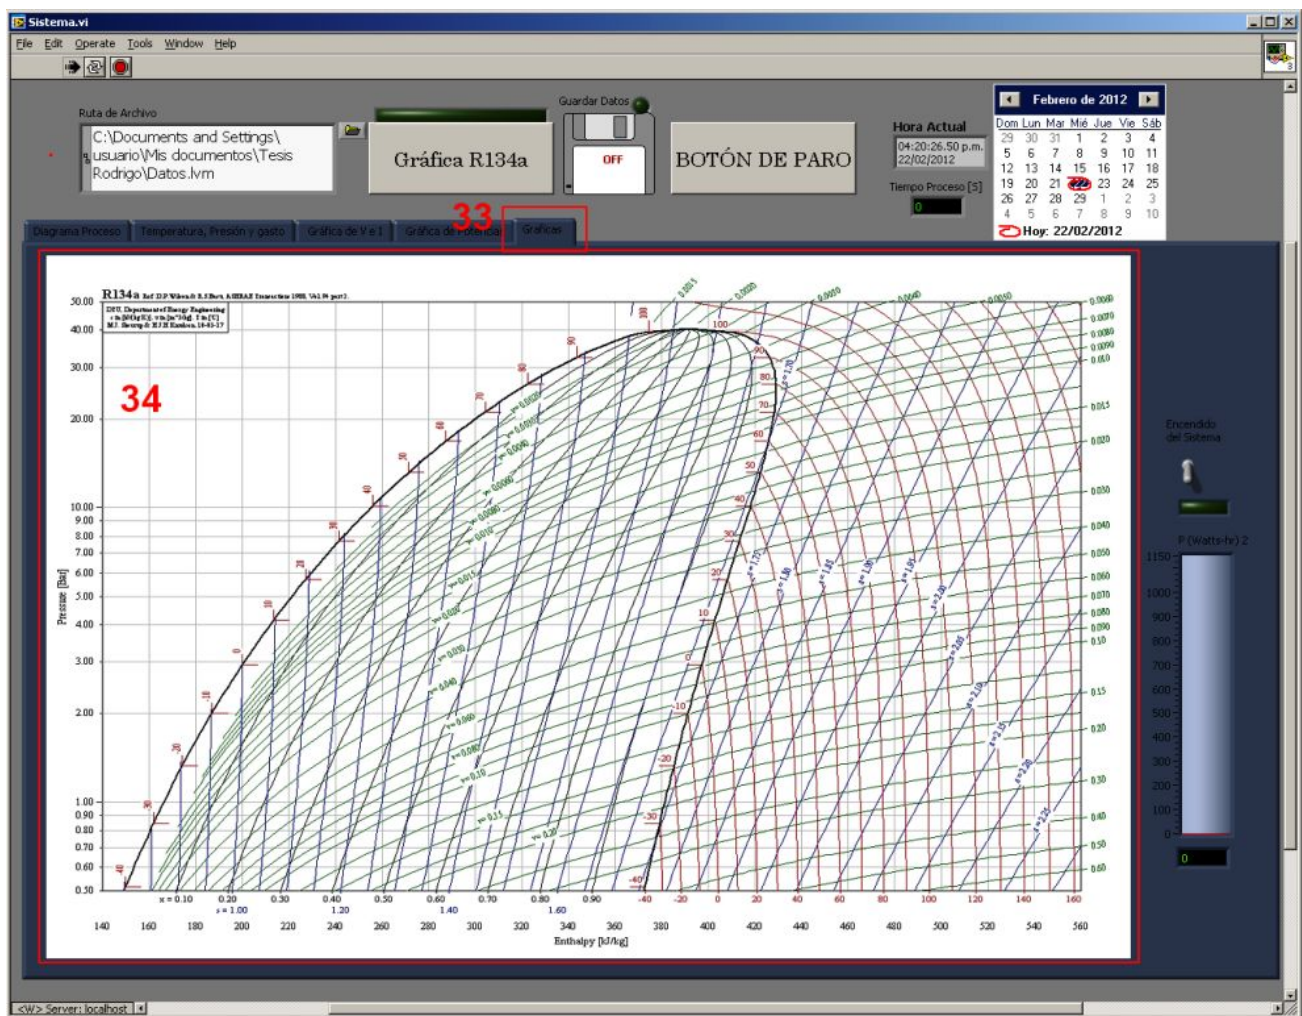

Figura 9. Pantalla de Gráfica del Diagrama P-h para el refrigerante R134a.
- (33) **Graficas:** En esta pestaña se encuentra la grafica del Refrigerante R134a la cual se manda a imprimir con el botón Grafica R134a, descrito en el punto (2) del apartado 6.
- (34) **Grafica del Diagrama P-h** para el Refrigerante R134a que se puede enviar a impresión. Ver figura 9 para más detalles.